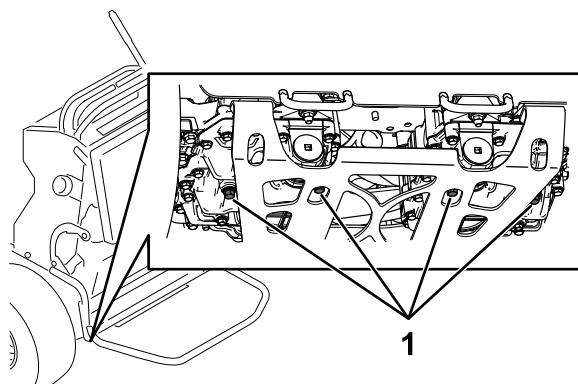

Figura 67
- Localice los tapones de vaciado en la parte inferior de la transmisión, y coloque un recipiente de vaciado debajo del tapón (Figura 67).